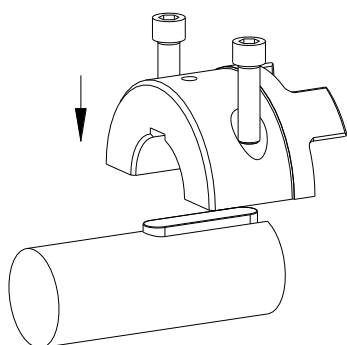

Рис. 7
- Поместите верхнюю половину первой SPLIT-ступицы со вставленными винтами с цилиндрической головкой на вал (смотри рис. 7).